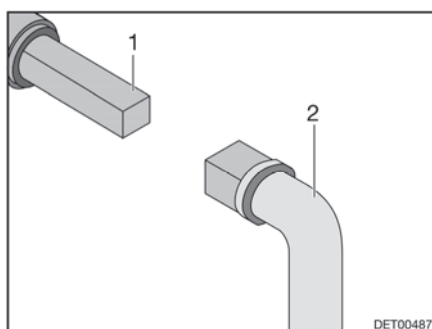

Fig. 113 Utilizzo del rubinetto di scolo delle acque grigie
- Inserire la chiave (Fig. 113,2) sul perno quadro (Fig. 113,1).